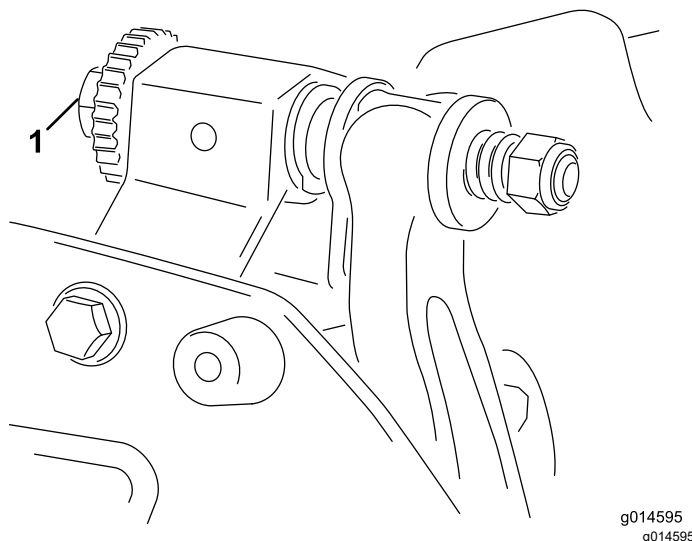

Figure 5
- A. Tournez les vis de réglage de la barre d'appui dans le sens horaire (Figure 5), un cran à la fois, jusqu'à ce que vous sentiez et entendiez un léger contact.
6. Tournez la vis de réglage droite de la barre d'appui (Figure 5) jusqu'à ce que vous sentiez une légère pression sur la cale lorsque vous la faites glisser d'un côté à l'autre. Enlevez la cale.